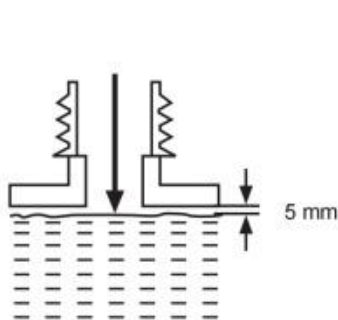

Fig. 17
3) Ne pas trop remplir et laisser environ 5 mm d'espace jusqu'au bord inférieur. laisser le lubrifiant se dilater (Fig. 17).